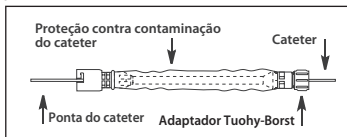

Figura 1
- a. Se estiver a utilizar uma proteção contra contaminação do cateter com um adaptador Tuohy-Borst, insira a ponta do cateter pretendido através da extremidade do adaptador Tuohy-Borst da proteção contra contaminação do cateter. Faça o cateter avançar através da tubagem e do conector na outra extremidade (ver Figura 1).